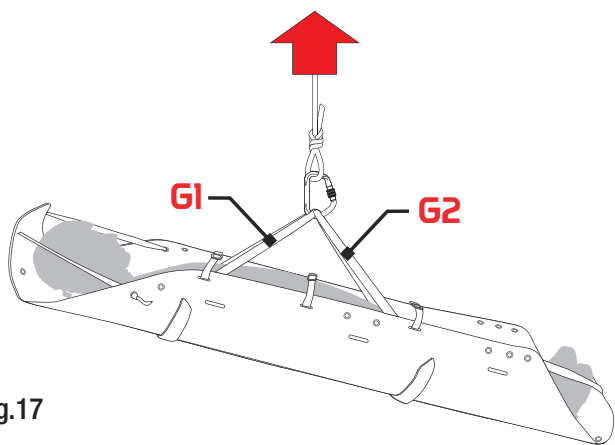

Fig.17
Sollevamento e calata con dispositivi di salvataggio (fig. 17) mediante sospendita (G)	2100 kg
Sollevamento e calata con elicotteri (fig. 17) mediante sospendita (G)	2100 kg
- **Sollevamento e calata con dispositivi di salvataggio (fig. 17)**
- **Sollevamento e calata con elicotteri (fig. 17)**